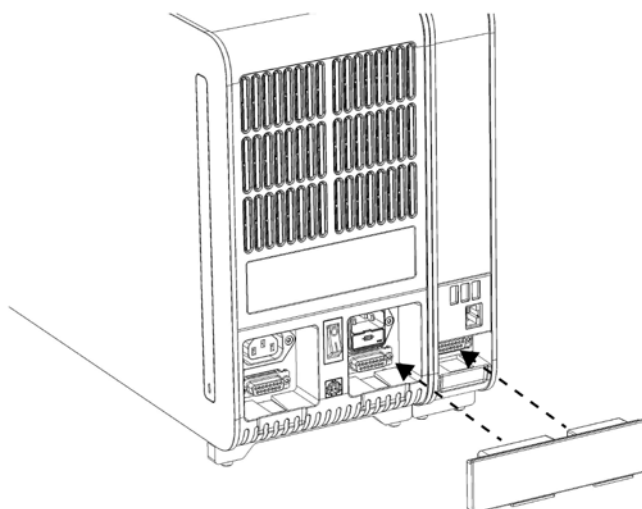

Figura 8. Ligação da ponte do módulo analítico/operacional.
5. Ligue a ponte do módulo analítico/operacional na parte traseira do QIAstat-Dx Analyzer 1.0 para unir o módulo operacional e o módulo analítico (Figura 8).